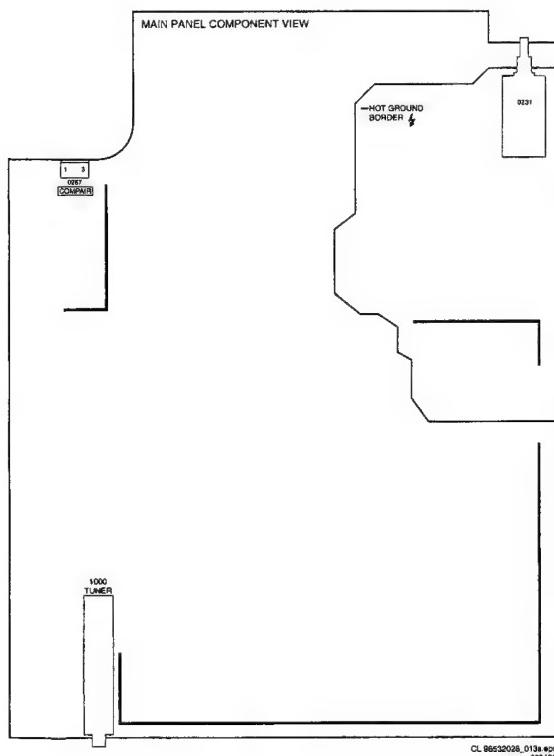

Abbildung 5-9
8. Schließen Sie das andere Ende des Schnittstellenkabels am ComPair-Anschluß auf der Monoplatine an (siehe Abbildung 5.9).